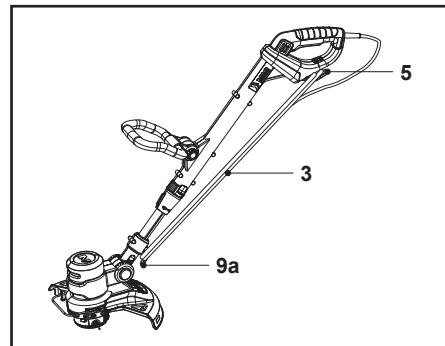

Fig. 28
5. Înfășoară cablul de alimentare (3) pe cele două suporturi (5, 9a) și fixează-l cu o clemă adecvată (fig. 28).